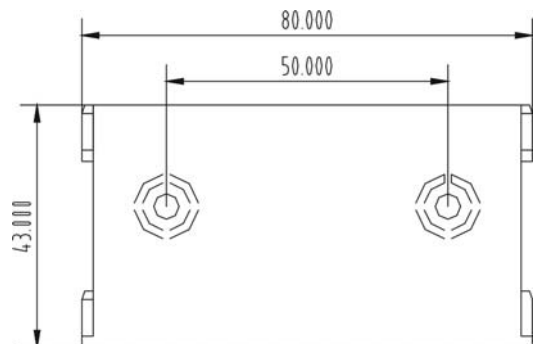

Imagen 4
- ▶ coloque el panel en la pared marcando la posición del agujero (respete la orientación arriba/abajo del panel), ver imagen 4